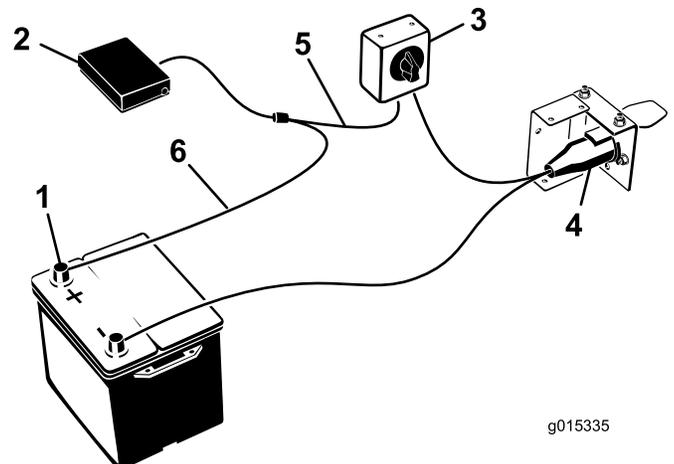

Figure 11
7. Connectez le faisceau aux composants (Figure 11) comme suit :
8. Fixez le régulateur de charge à son support avec les (2) vis et les écrous Tinnerman fournis.